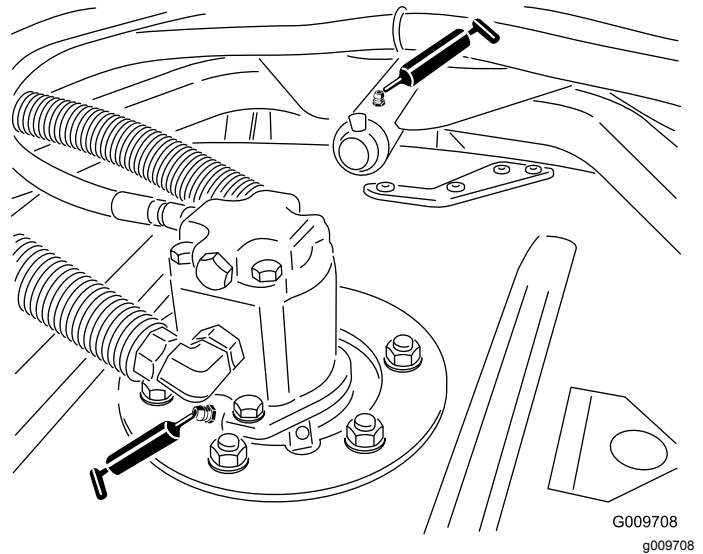

Bild 23
- Spindelwellenlager des Mähwerks (1 pro Mähwerk) (Bild 23)
- Trägersrahmenarmbüchsen des Mähwerks (1 pro Mähwerk) (Bild 23)